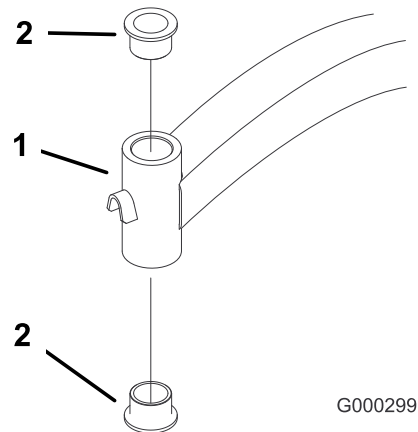

Figura 36
5. Introduzca un punzón botador en el tubo de montaje y con sumo cuidado retire los casquillos (Figura 36). Limpie el interior del tubo de montaje.